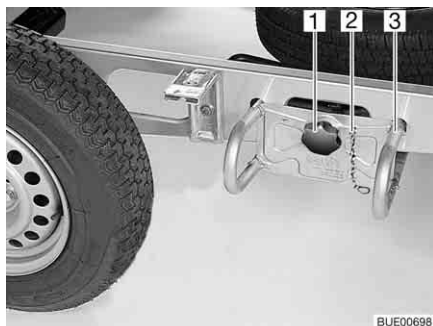

Fig. 235 Etrier de roue de secours
- Décrocher la chaîne de sécurité (Fig. 235,2).
- Desserrer et dévisser la poignée-étoile (Fig. 235,1).
- Sortir l'étrier de roue de secours (Fig. 235,3) d'environ 10 cm et le poser sur le sol.